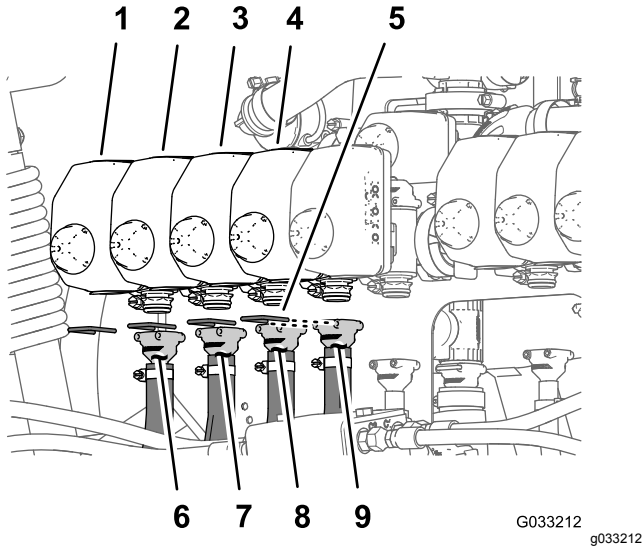
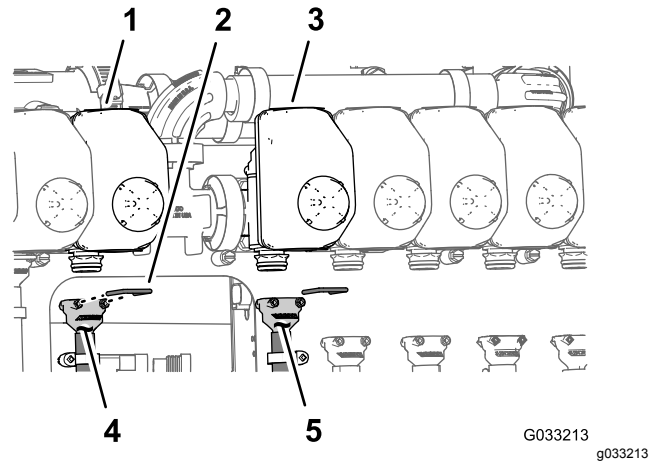
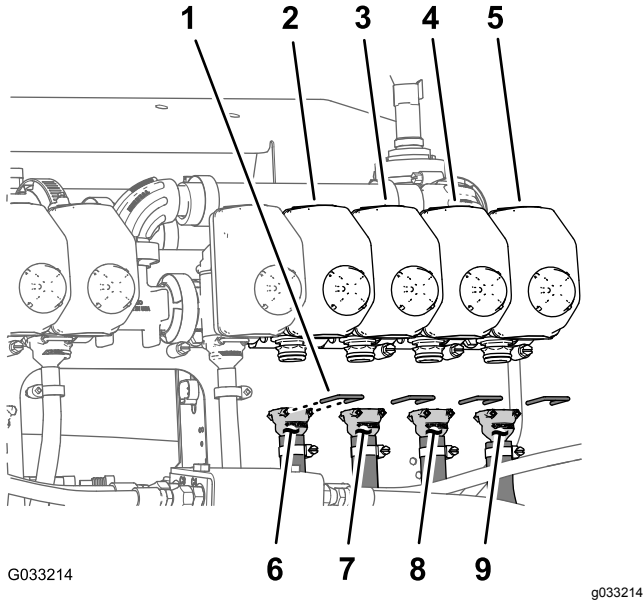

Bild 103
Bild 104
Bild 105
Hinweis: Informationen zu den Düsenventilstellungen finden Sie in Bild 103 in Montieren der Schläuche an den Düsenventilen 1 bis 4 \(Seite 51\), Bild 104 in Montieren der Schläuche an den Düsenventilen 5 bis 6 \(Seite 51\) und Bild 105 in Montieren der Schläuche an den Düsenventilen 7 bis 10 \(Seite 52\).
1. Befestigen Sie das gerade gezahnte Anschlussstück des Zulaufschlauchs (279 cm) an der Kupplung des Düsenventils 1 (Bild 103).
2. Befestigen Sie das gerade Anschlussstück mit einem Halter an der Kupplung (Bild 103).
3. Befestigen Sie das gerade gezahnte Anschlussstück des Zulaufschlauchs (234 cm) an der Kupplung des Düsenventils 2 (Bild 103).
4. Befestigen Sie das gerade Anschlussstück mit einem Halter an der Kupplung (Bild 103).
5. Befestigen Sie das gerade gezahnte Anschlussstück des Zulaufschlauchs (188 cm) an der Kupplung des Düsenventils 3 (Bild 103).
6. Befestigen Sie das gerade Anschlussstück mit einem Halter an der Kupplung (Bild 103).
7. Befestigen Sie das gerade gezahnte Anschlussstück des Zulaufschlauchs (188 cm) an der Kupplung des Düsenventils 4 (Bild 103).
8. Befestigen Sie das gerade Anschlussstück mit einem Halter an der Kupplung (Bild 103).
1. Befestigen Sie das gerade gezahnte Anschlussstück des Zulaufschlauchs (81 cm) an der Kupplung des Düsenventils 5 (Bild 104).
2. Befestigen Sie das gerade Anschlussstück mit einem Halter an der Kupplung (Bild 104).
3. Befestigen Sie das gerade gezahnte Anschlussstück des Zulaufschlauchs (81 cm) an der Kupplung des Düsenventils 6 (Bild 104).
4. Befestigen Sie das gerade Anschlussstück mit einem Halter an der Kupplung (Bild 104).
1. Befestigen Sie das gerade gezahnte Anschlussstück des Zulaufschlauchs (188 cm) an der Kupplung des Düsenventils 7 (Bild 105).
2. Befestigen Sie das gerade Anschlussstück mit einem Halter an der Kupplung (Bild 105).
3. Befestigen Sie das gerade gezahnte Anschlussstück des Zulaufschlauchs (188 cm) an der Kupplung des Düsenventils 8 (Bild 105).
4. Befestigen Sie das gerade Anschlussstück mit einem Halter an der Kupplung (Bild 105).
5. Befestigen Sie das gerade gezahnte Anschlussstück des Zulaufschlauchs (234 cm) an der Kupplung des Düsenventils 9 (Bild 105).
6. Befestigen Sie das gerade Anschlussstück mit einem Halter an der Kupplung (Bild 105).
7. Befestigen Sie das gerade gezahnte Anschlussstück des Zulaufschlauchs (279 cm) an der Kupplung des Düsenventils 10 (Bild 105).
8. Befestigen Sie das gerade Anschlussstück mit einem Halter an der Kupplung (Bild 105).